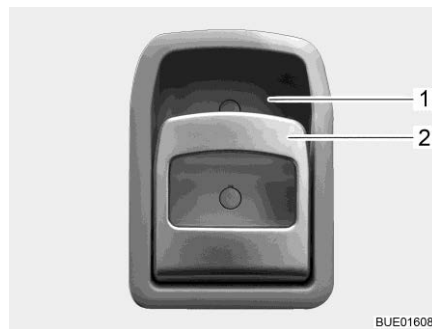

Bild 34 Dörrlås (ingångsdörr insida)
- Drag i handtaget (Bild 34,2). Dörrlåset låses upp respektive öppnas.
- Tryck handtagets (Bild 34,2) övre del i riktning mot greppkåpan (Bild 34,1). Dörrlåset låses.